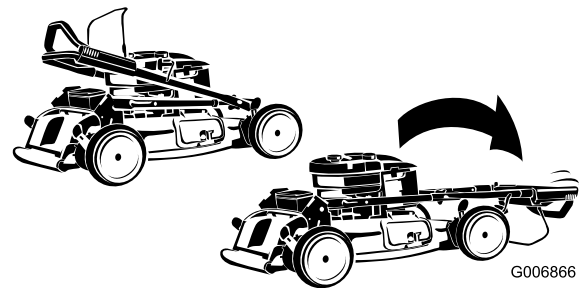

Figure 4
1. Dépliez la moitié supérieure du guidon vers l'avant jusqu'à ce que les deux moitiés soient dans le prolongement l'une de l'autre et s'emmanchent ensemble correctement, comme illustré (Figure 4).